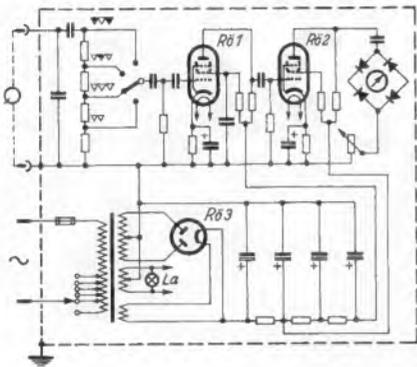

Bild 2. Vereinfachtes Schaltbild des Rauigkeits-Prüfgerätes PR 9150
1. Der Meßeinrichtung, die über einen Spannungsteiler an die verschiedenen Rauigkeitsklassen angepaßt werden kann (Bild 2). Diesem Eingangsspannungsteiler folgt ein Verstärker, der das Signal verstärkt, die Bewegungsfrequenz aussiebt und die Rauigkeitsfrequenzen gleichrichtet. Diese gleichgerichteten, der Rauigkeit proportionalen Spannungen werden einem Anzeigeelement zugeleitet, auf dessen Skala die Rauigkeitsmeßwerte in linearer Teilung ablesbar sind. Die Skala enthält außerdem Bezugslinien für die verschiedenen in der Tabelle angegebenen Durchmessergruppen: